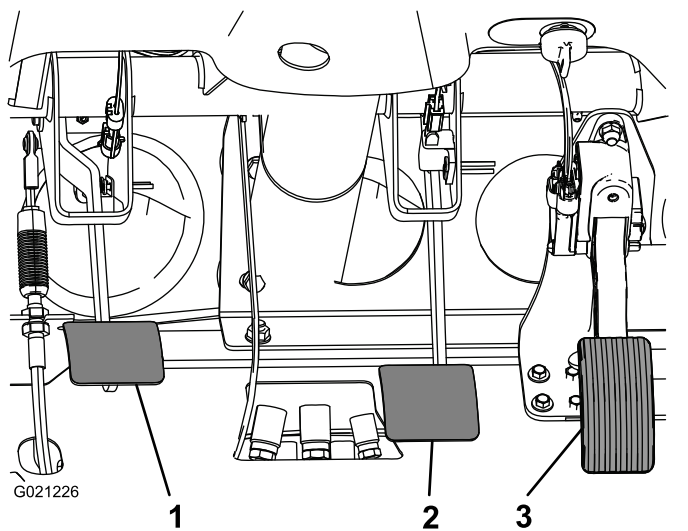

Figura 66
2. Tire hacia arriba del pedal de freno (Figura 66) hasta que entre en contacto con el bastidor.
3. Afloje las contratuercas que fijan la horquilla al eje del cilindro maestro (Figura 66).